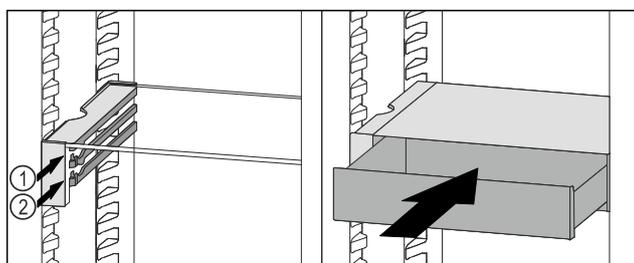

Fig. 82
- ▶ Placer le tiroir VarioSafe derrière les butées sur la nervure désirée Fig. 82 (1) ou Fig. 82 (2).